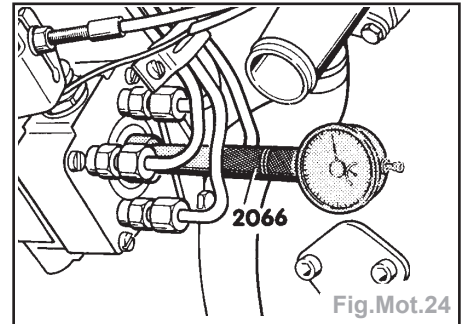

Fig.Mot.24
- Visser à la place du bouchon fileté l'adaptateur et le petit comparateur (étendue de mesure **0 ... 3.0 mm**) avec une précharge d'environ **2,5 mm** (Fig.Mot.24).